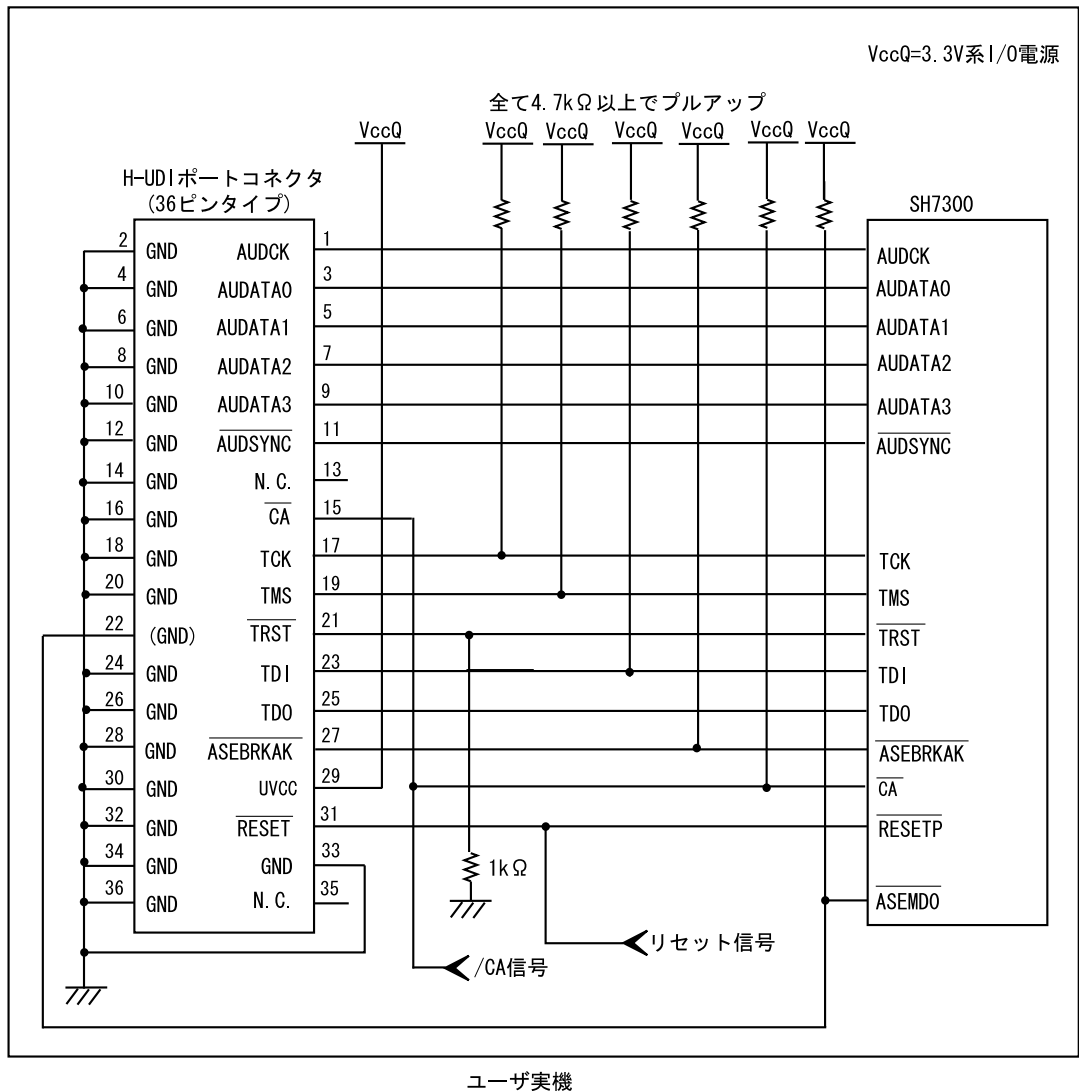

図 1.3 E10A-USB 使用時の H-UDI ポートコネクタ - チップ間の推奨接続例
- 図 1.3 推奨接続例で回路を組んだ場合の E10A-USB エミュレータのスイッチ設定: SW2=1, SW3=1